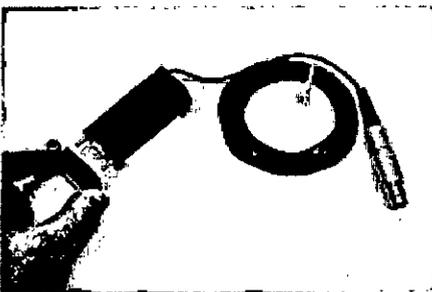

Figura 12
1. No estéril: (o antes de ponerse la bata y los guantes estériles): Retire la tapa protectora (Ver figura 12) que se utiliza para guardar el producto de la unidad de acoplamiento. Para eliminar cualquier residuo, limpie los pasadores de alineamiento y de centrado de posicionador con un paño o